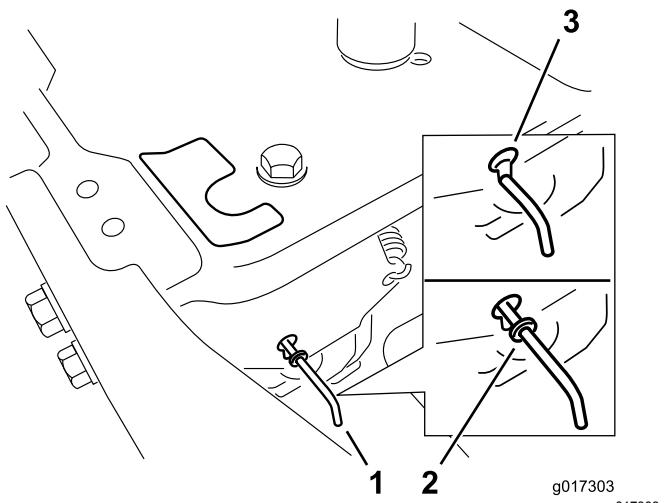

Figura 30
4. Mueva las palancas de desvío hacia delante a través del orificio y hacia abajo para bloquearlas en esa posición (Figura 30).
Mueva las palancas de desvío hacia atrás a través del orificio y hacia abajo para bloquearlas en esa posición, según se muestra en Figura 30.